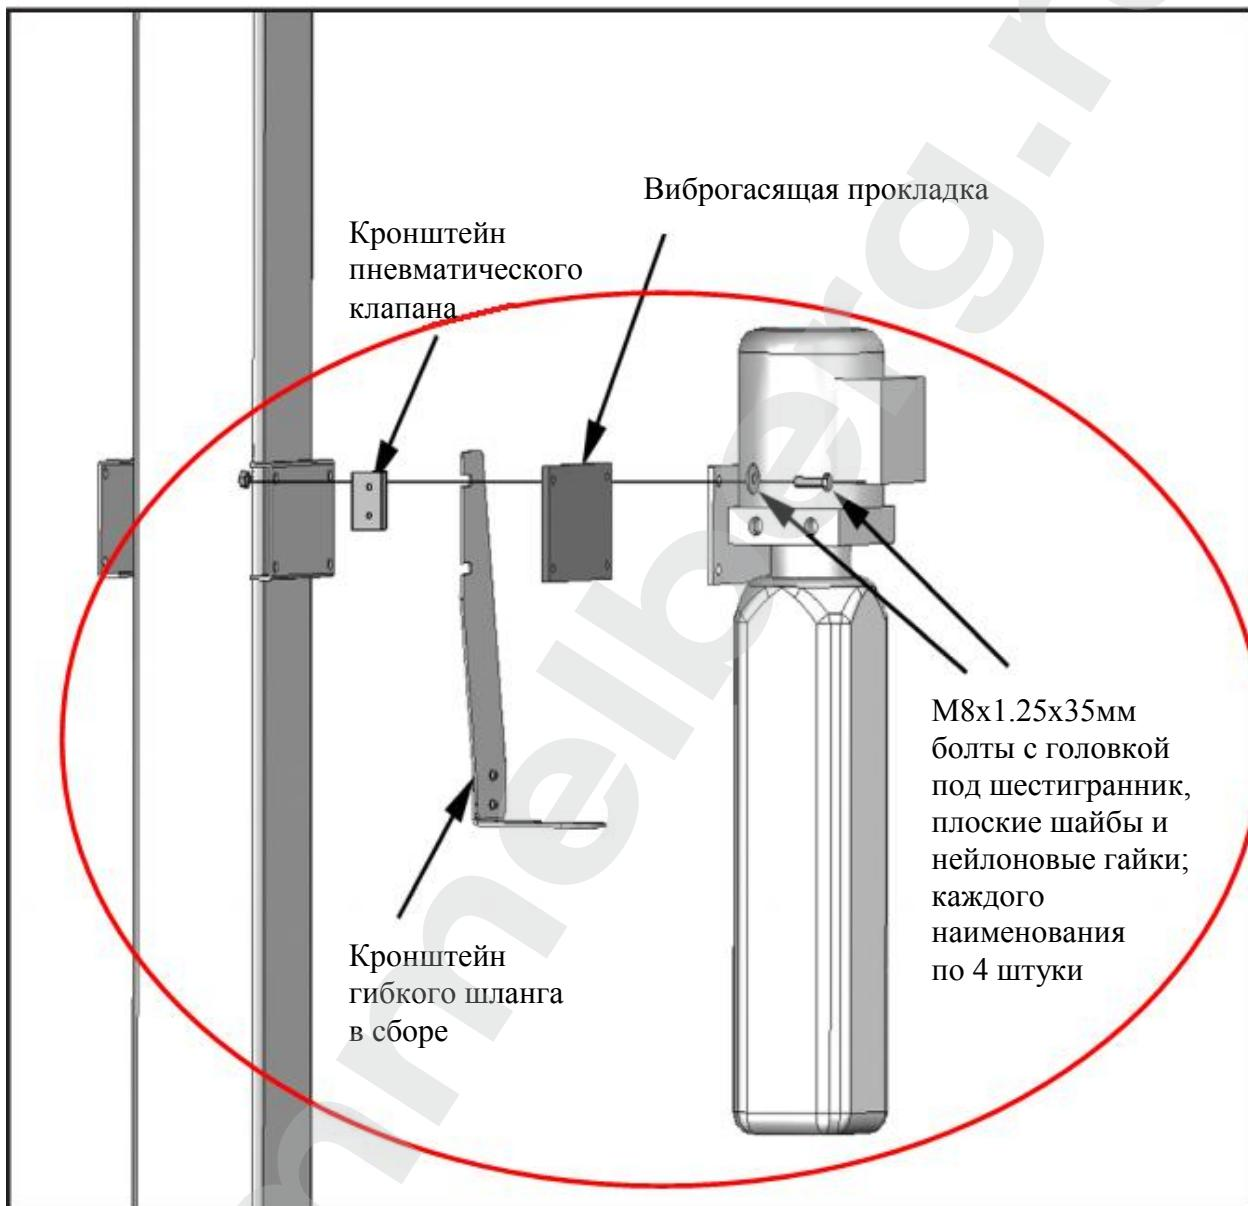

Рис. 9.1
- Закрепите гидроагрегат на кронштейн, используя болты M8 с головкой под шестигранник и нейлоновые гайки. Залейте необходимое количество (прим. 4 л.) рекомендованной гидравлической жидкости HW-32 (см. рис. 9.1).